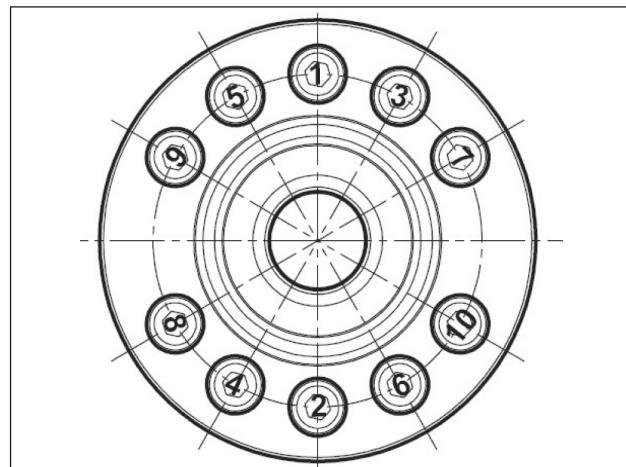

Fig. 67
**** Le viti fissaggio supporti devono essere serrate in un'unica fase rispettando l'ordine riportato nello schema di Fig. 67.